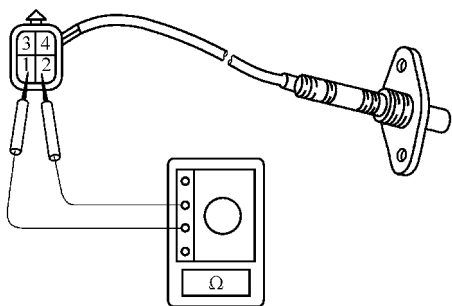

图 5-66 四线式氧传感器
(1) 氧传感器加热器电阻的检修 将点火开关置于 OFF 位置, 拔下氧传感器线束插头, 如图 5-66 所示, 测量氧传感器接线端中加热器端子 1 和 2 间的电阻, 其电阻值应符合标准值 (一般为 $4 \sim 40\Omega$)。如不符合标准, 应更换氧传感器。测量后, 接好氧传感器线束插接器, 以便作进一步的检测。